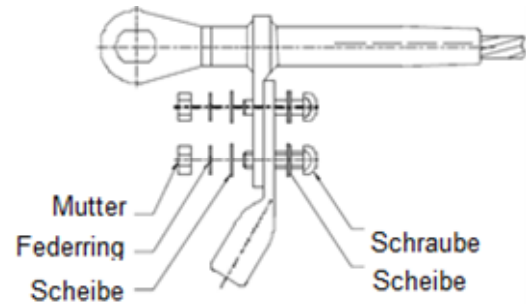

Bild 13
27. Ziehen Sie die Schrauben und Muttern mit dem auf der Zeichnung angegebenen Drehmoment an. Verwenden Sie dazu einen kalibrierten Drehmomentschlüssel. (Bild 13)